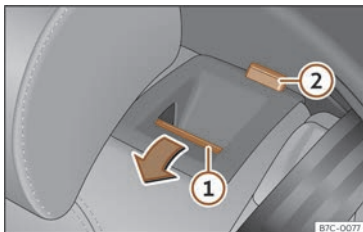

Abb. 69 Rücksitz: Rücksitzlehne vorklappen.
- Entriegelungstaste >>> (Abb. 69) ① nach vorn drücken und gleichzeitig die Rückenlehne umklappen. Die Rücksitzlehne ist entriegelt, wenn die rote Markierung des Tasters ② sichtbar ist.